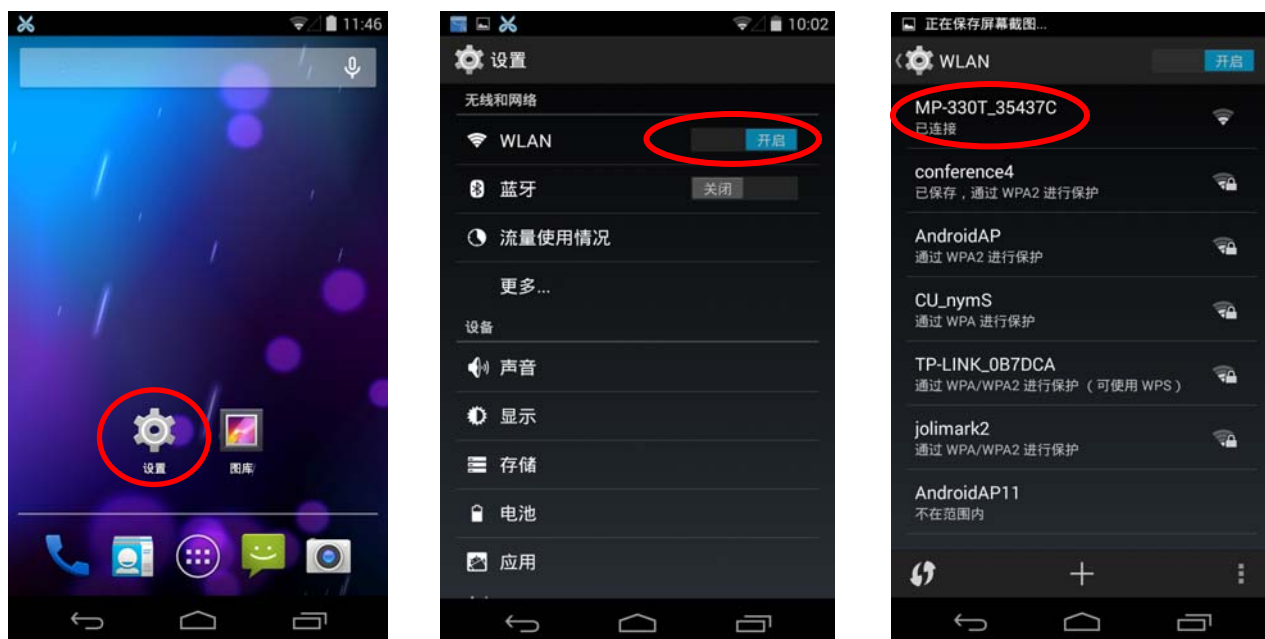

图 2
2. 点击手机“设置”键，弹出设置界面，开启“WLAN”功能，点击手机搜索到的打印机Wi-Fi进行连接，打印机Wi-Fi名称默认为“打印机型号+6位数字和字母”组成（如图2）。